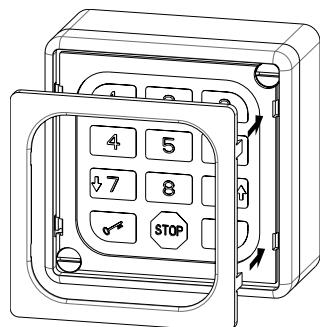

Fig. 7
- clipser ensuite le couvercle de protection des vis avec une simple pression des doigts (fig.7).
- por último, Monte la tapadera que cubre los tornillos con una simple presión de los dedos (fig.7).